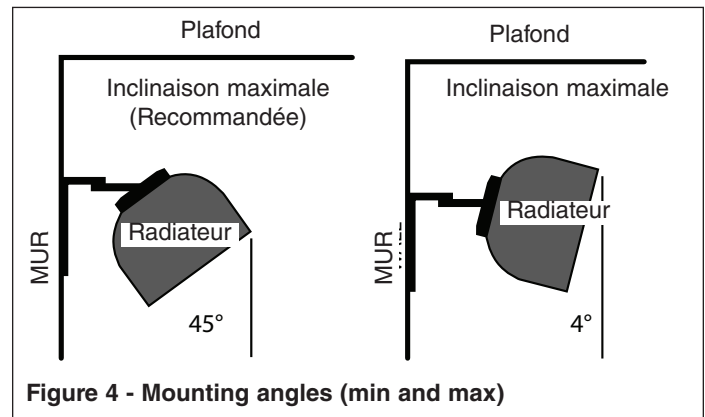

Figure 4 - Mounting angles (min and max)
8. Le support du radiateur permettra de régler son angle d'inclinaison d'environ 4 à 45° par rapport à la verticale. L'angle d'inclinaison optimal est de 45° (Voir la Fig. 4).